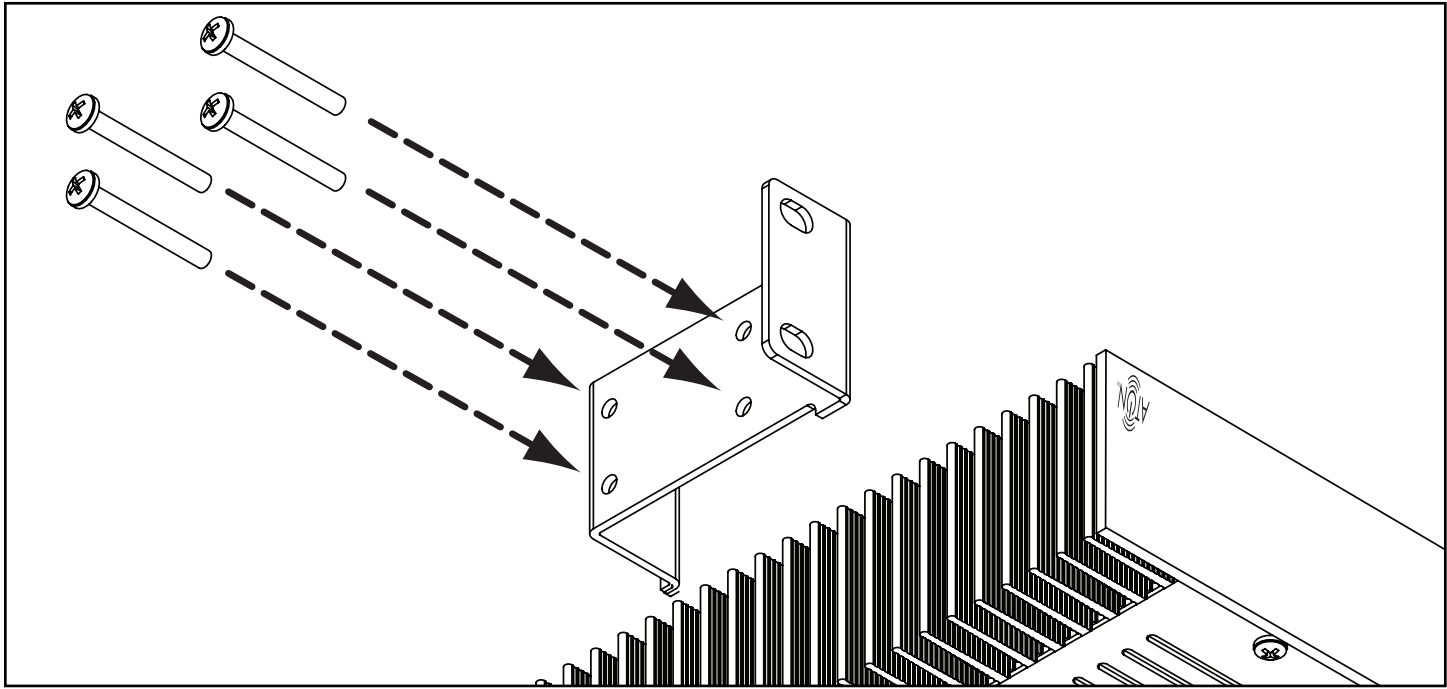

Figura B-2
2. Asegúrese de que la unidad quede a ras del frente del kit de montaje. Pase cada uno de los ocho tornillos (se incluyen) a través de las escudras para montaje lateral e introdúzcalos en los agujeros ubicados en los costados de la unidad tal como se indica en la **Figura B-2**. Apriete los tornillos con la mano! Aprietaarlos demasiado podría causar daño al amplificador A275.